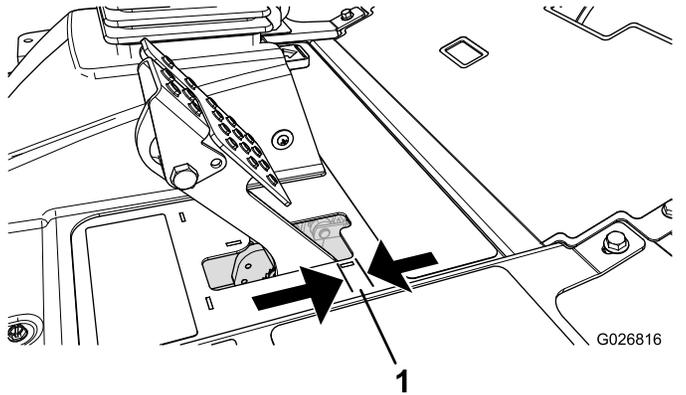

図 68
ブレーキペダルの「遊び」図 68が 25 cm 以上となったり、強く踏み込まないとブレーキの効きが悪いと感じられるようになったら、調整を行ってください。遊びとは、ブレーキペダルを踏み込んでから抵抗を感じるまでのペダルの行きしろを言います。
2. 図 68後ナットを締めてケーブルを後方に移動させて、ホイールがロックする前のブレーキペダルの遊びが 6.3-12.7 mm なるように調整する。